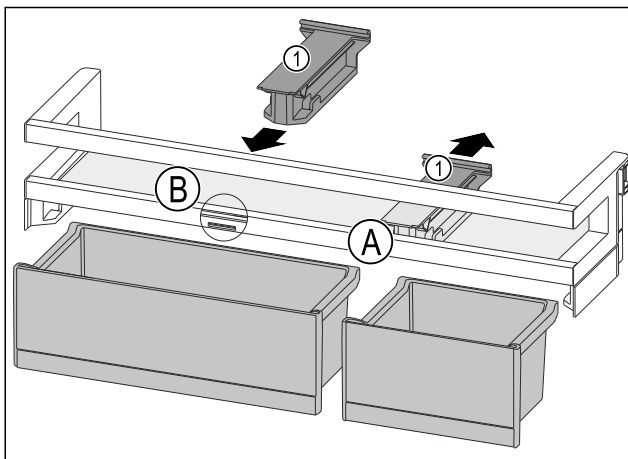

Fig. 85
- ▶ Изтеглете задържащата част Fig. 85 (1) на позиция Fig. 85 (A) назад.
- ▶ Поставете задържащата част Fig. 85 (1) на позиция Fig. 85 (B).